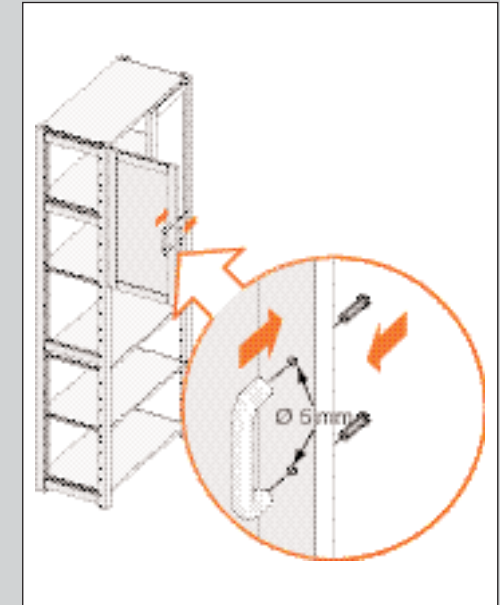

ABBILDUNG 34
7. Griffe/Knöpfe mit Gewindeschrauben: Bohren Sie bei den vorgestochenen Löchern Löcher mit einem Durchmesser von 5 mm (siehe Abb. 34). Für den Ledergriff und den Muschelgriff bohren Sie ein Loch von 6 mm.